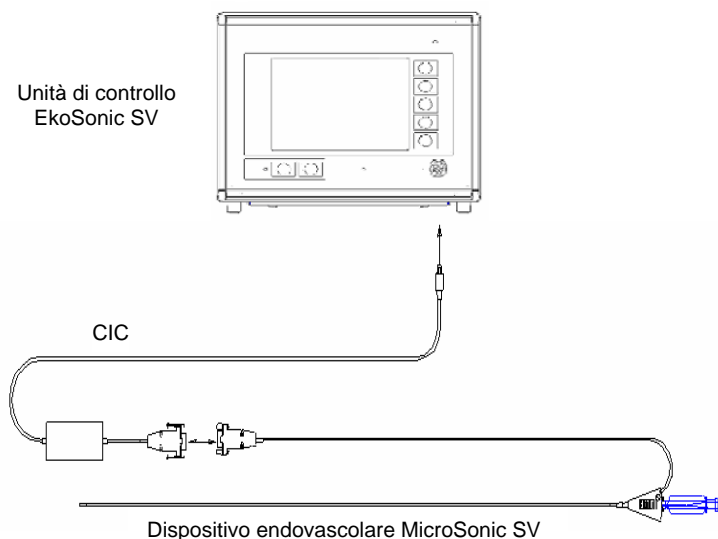

Figura 1: Sistema EkoSonic SV
Il sistema EkoSonic SV (vedi Figura 1) è composto da due componenti principali: (1) un dispositivo endovascolare MicroSonic SV, sterile e monouso, composto da un lume per infusione forato con un elemento a ultrasuoni sulla punta distale e (2) un sistema di controllo EkoSonic SV riutilizzabile che controlla la sorgente dell'energia a ultrasuoni e l'interfaccia utente. Il sistema di controllo EkoSonic SV è costituito da due componenti: un'unità di controllo EkoSonic SV e un cavo di interfaccia col catetere (CIC).